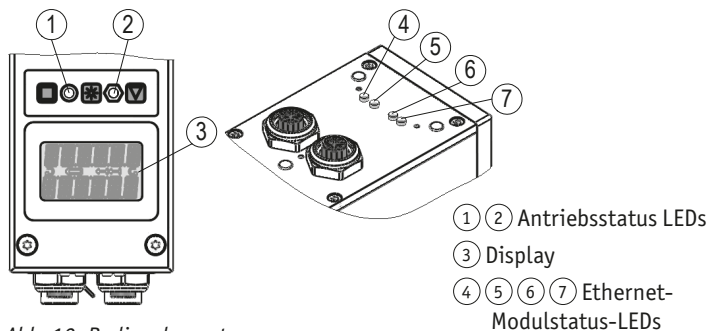

Abb. 10: Bedienelemente
Die LEDs ① + ② (siehe **Abb. 10**) informieren über den Status des Stellantriebes.
Die LEDs ④ ⑤ ⑥ ⑦ (siehe **Abb. 10**) informieren über den Status des Ethernet-Moduls. Die Funktionsbeschreibung der Ethernet-Modulstatus-LEDs ist dem jeweiligen Benutzerhandbuch zu entnehmen.